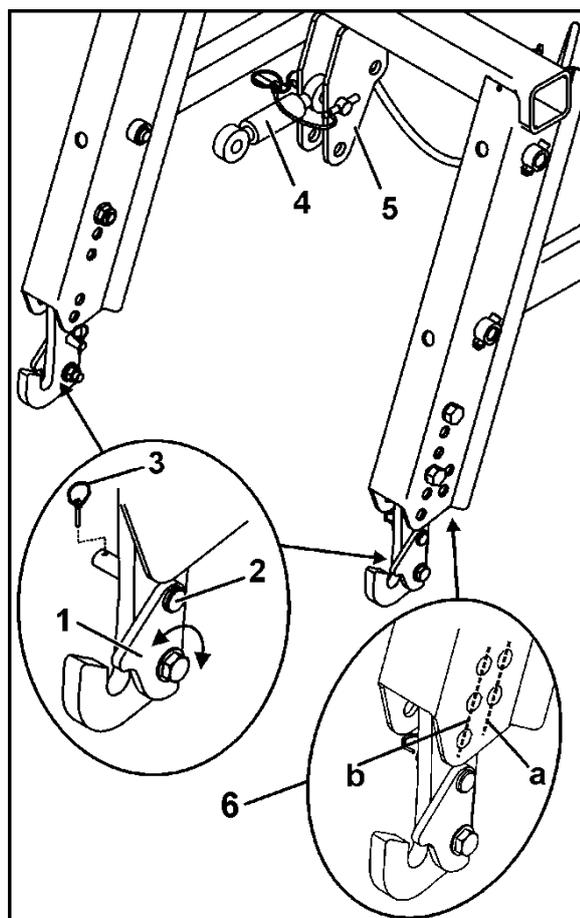

Fig. 41
- Vor dem Kuppeln auf nach vorne geschwenkte Sicherungslaschen (Fig. 41/1) achten.
4. Sicherungslaschen (Fig. 41/1) über die Zapfen der Unterlenker schwenken und jede Sicherungslasche mit einem Bolzen (Fig. 41/2) und Klappstecker (Fig. 41/3) sichern.
5. Den Oberlenker (Fig. 41/4) an obere Kuppelpunkte der Sämaschine und Hubrahmen (Fig. 41/5) mit dem Bolzen abstecken und Klappstecker sichern.
Nutzen Sie die unterschiedlichen Anschraubmöglichkeiten der Fanghaken (Fig. 41/6) so dass die nachlaufende Sämaschine möglichst dicht hinter der Walze befestigt werden kann.